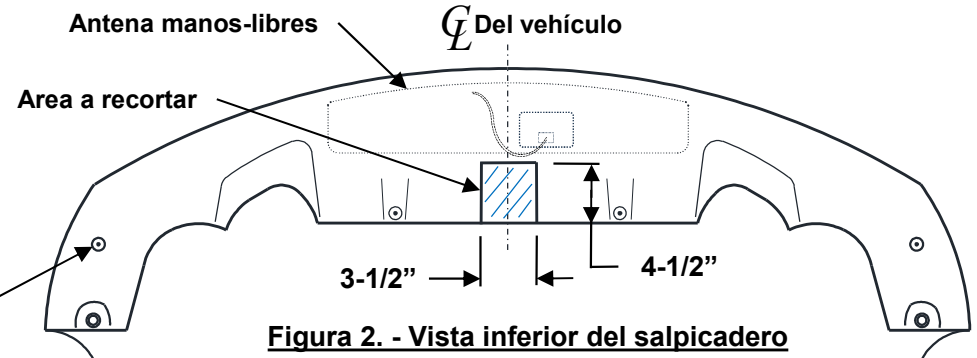

Figura 2. - Vista inferior del salpicadero
- Silenciador inferior** - Usando un dado de 13mm, baje el silenciador quitando (1) perno de cada suspensor del extractor, 1 por lado. Guarde los pernos para la reinstalación. **NOTA: Utilice una correa para apoyar el sistema de escape antes de retirar los soportes.**
- Afloje la fascia del parachoques** - Usando un T30 torx, quite (4) tornillos del borde inferior de la fascia del parachoques. Con una herramienta de corte, retire (2) sujetadores de pasador de empuje de la parte inferior del área exterior de la fascia cerca del hueco de la rueda. Con una broca torx T25, retire (8) tornillos (4 por lado) del interior del revestimiento del hueco de rueda. Guarde los tornillos para la reinstalación. Tire suavemente a lo largo del borde inferior de la fascia del parachoques para comprobar si se mueve hacia abajo libremente.
- Retire las tapas de los orificios** - Con un destornillador plano, retire (2) tapones de goma de la parte exterior de cada riel del bastidor. Retire la cinta adhesiva del orificio de acceso trasero inferior de cada riel del bastidor.
- Ver figura 2. NOTA: Tenga cuidado con la antena de manos libres y el cableado dentro del salpicadero. Tenga cuidado, NO corte ningún cable.**